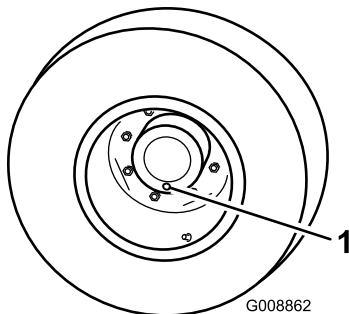

Figura 67
1. Con la máquina en una superficie nivelada, coloque la rueda de manera que el tapón de verificación/drenaje (Figura 67) esté en la posición de las 6.